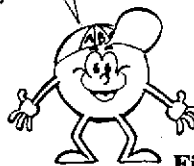

Fig. 8
- FIG. 8 - Diagrama de blocos do circuito. Retomando um pouco ao "esquema" (fig. 1) e simplificando a "visão" através da fig. 8, o Leitor/"Aluno" notará que o coração do circuito não é mais do que um arranjo super-amplificador (de elevadíssimo ganho), tipo **Darlington** (já estudado). Notem que o alto-falante usado como microfone encontra-se em série com o próprio resistor (100K) de polarização da base do primeiro transistor do arranjo... Com isso, as pequeníssimas tensões elétricas geradas pelo alto-falante (devido aos efeitos eletro-magnéticos vistos na 3ª "Aula") somam-se à polarização "normal" fornecida pelo tal resistor, variando (em níveis muito pequenos, porém efetivos...) a corrente de base... Após a enorme amplificação, essa corrente variável (na verdade o SOM "transformado" em sinais elétricos...) se manifestará sobre o re-